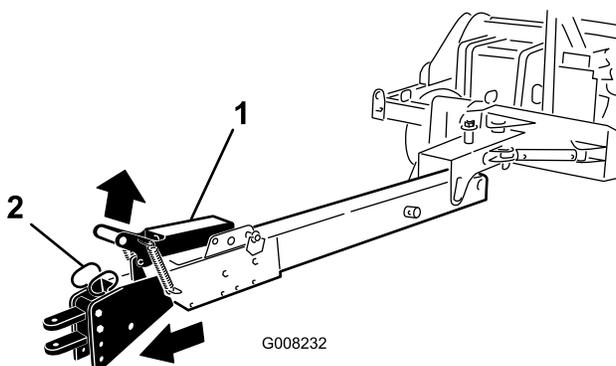

**Figura 21**
- Assegure-se que a pega do trinco do pino está desbloqueada na posição (traseira) (Figura 21).
**Nota:** Bloquee a montagem de engate na posição estendida ao mover a pega do trinco do pino para a posição frontal (bloqueada) (Figura 21).